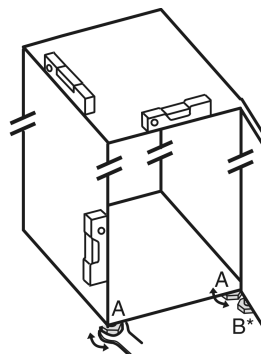

Fig. 26
- Keerake seadejalgu Fig. 26 (A) kaasasoleva lihtvõtmega ja vesiloodi abil välja, kuni seade on stabiilselt ning horisontaalselt välja joondatud.
- Keerake seadejalga Fig. 26 (B) kaasasoleva lihtvõtmega laagripukist välja, kuni see toetub põrandale.
- Keerake seadejalga Fig. 26 (B) 90° võrra edasi.